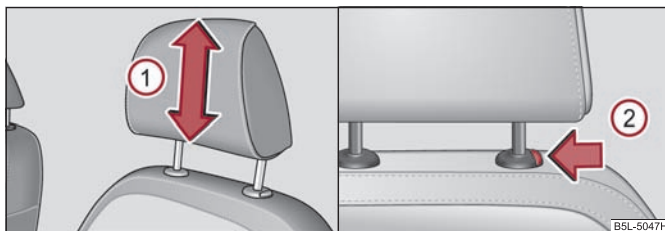

Fig. 65 Ajustar / retirar el reposacabezas
- Debe asir el reposacabezas por los lados con las dos manos y desplazarlo en el sentido de la flecha ① ⇒ fig. 65 hacia arriba o hacia abajo.
- Si desea desplazar el reposacabezas hacia abajo, pulse la tecla de seguridad en dirección de la flecha ② ⇒ fig. 65 con una mano y presione con la otra mano el reposacabezas hacia abajo.
- Pulse la tecla del seguro en el sentido de la flecha ⇒ fig. 65 y extraiga el reposacabezas.